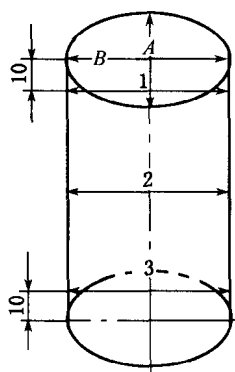

图 2-5 气缸缸径的测量位置
(3) 气缸缸径的测量。气缸缸径测量位置,见图 2-5,在点 1、2、3 处先测 A 向,后测 B